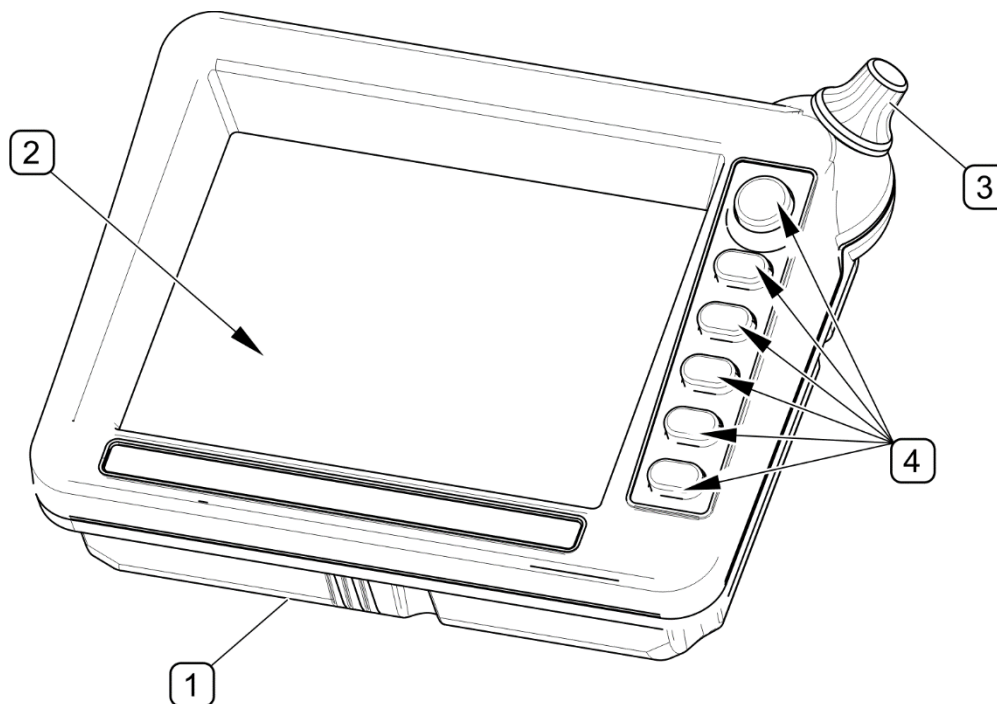

РИСУНОК 3.8 Общее устройство пульта управления
(1) - корпус; (2) - жидкокристаллический дисплей (LCD); (3) - рукоятка изменения параметров; (4) - функциональные кнопки
Пульт управления (РИСУНОК 3.8) состоит из корпуса (1), цветного жидкокристаллического дисплея (2), рукоятки (3) для изменения параметров и шести функциональных кнопок (4).